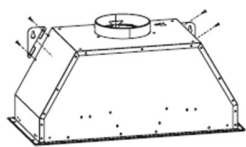

Fig. 3.
1. Fije las placas de enganche derecha e izquierda en el cuerpo de la campana extractora con ayuda de 4 tornillos ST4*8 (cf. ilustración 3).